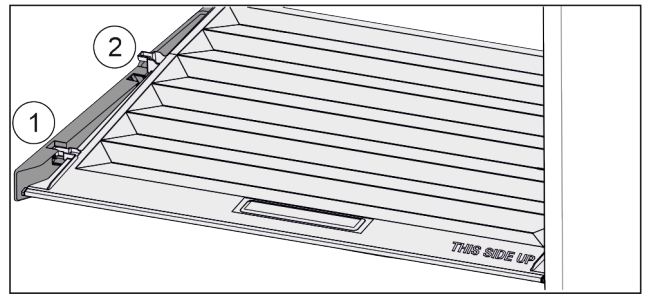

Fig. 38
- Tirer le couvercle vers l'avant jusqu'à dans l'orifice des pièces de retenue Fig. 38 (1).
- Le soulever par le bas à l'arrière et le sortir par le haut Fig. 38 (2).